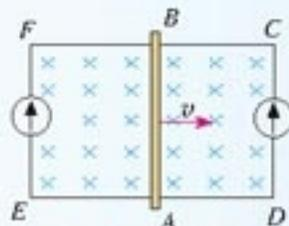

图 4.3-10 判断 CD 中感应电流的方向
3. 在图 4.3-10 中 CDEF 是金属框。当导体 AB 向右移动时，请用楞次定律判断 ABCD 和 ABFE 两个电路中感应电流的方向。我们能不能用这两个电路中的任一个来判定导体 AB 中感应电流的方向？